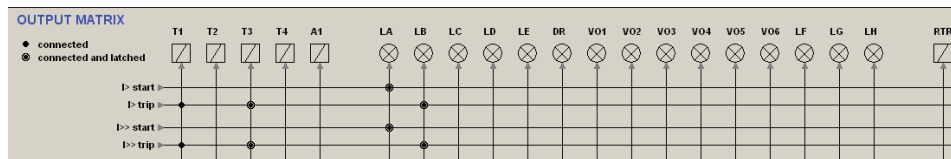

Рисунок 5.5-1 Матрица выходов.
Имеется восемь светодиодных индикатора для общих целей – "A", "B", "C", "D", "E", "F", "G" и "H" – доступные пользователю для индикации на передней панели. Кроме того, имеется два светодиодных индикатора для клавиш F1 и F2. Дополнительно, запуск записи осциллограмм (DR) и виртуальные выходы конфигурируются в матрице выходов. Смотри пример на Рисунке Рисунок 5.5-1.